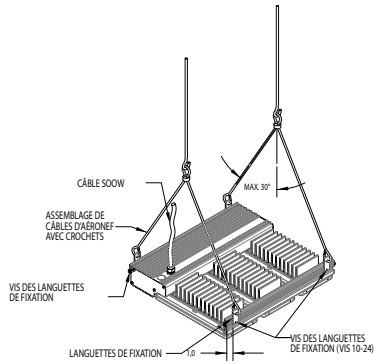

Figure 2 – Suspension à partir de câbles d'aéronef
1. Les languettes de fixation sont installées en usine à 1 po de chaque extrémité du luminaire. Si les languettes doivent être repositionnées ou deviennent lâches, serrer les vis 10-24 à 21 lb-po (voir la figure 2 avant de suspendre le luminaire). Les boulons des languettes de fixation devraient être serrés à 65 lb-po aux quatre coins du luminaire. Les languettes de fixation devraient être équidistantes à partir des extrémités du luminaire de façon à s'assurer que le luminaire est à niveau une fois suspendu.
2. Installer deux (2) assemblages de câbles d'aéronef au luminaire; en placer un à chaque extrémité du luminaire comme illustré à la figure 2. Ne pas dépasser un angle de 30° entre les câbles et la médiane du triangle formé. Ajuster la longueur des câbles d'aéronef de façon à ce que le luminaire soit à niveau une fois suspendu. Suspendre le luminaire à une distance minimale de 91,44 cm (36 po) du plafond. Se reporter à la fiche d'instructions FIS-164 de la gamme B-Line pour obtenir de plus amples renseignements et des détails.